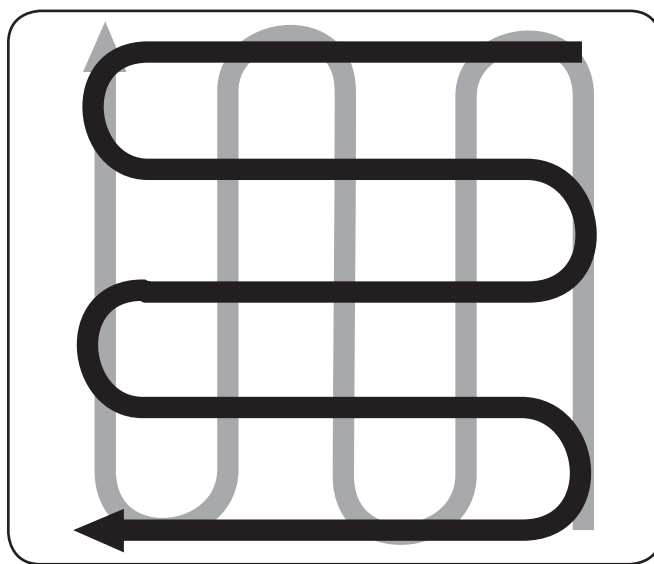

Figura 5-8
- Cuando haya terminado en una dirección, hacer una segunda pasada en un ángulo recto, como se muestra en la Figura 5-8. Traslape cada pasada para los mejores resultados.